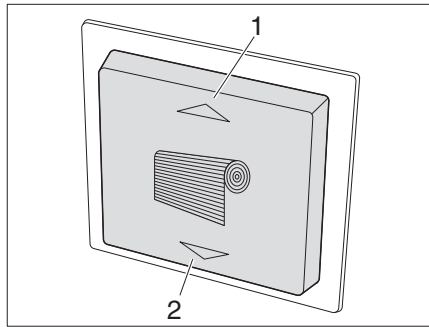
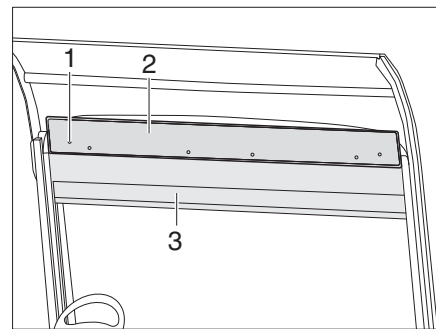

Bild 77 Reglage för rullgardin
Bild 79 Nödfunktion för rullgardinen
- Stänga:** ■ Tryck ner knapp (Bild 77/2). Rullgardinen (Bild 79/3) för framrutan rör sig nedåt.
- Öppna:** ■ Tryck ner knapp (Bild 77/1). Rullgardinen (Bild 79/3) för framrutan rör sig uppåt.
- Skruva bort 6 skruvar (Bild 79/1) på rullgardinskassetten och ta av panelen (Bild 79/2).
- Häng in vevan i en av de båda motorerna och dra upp resp. ner rullgardinen (Bild 79/3).